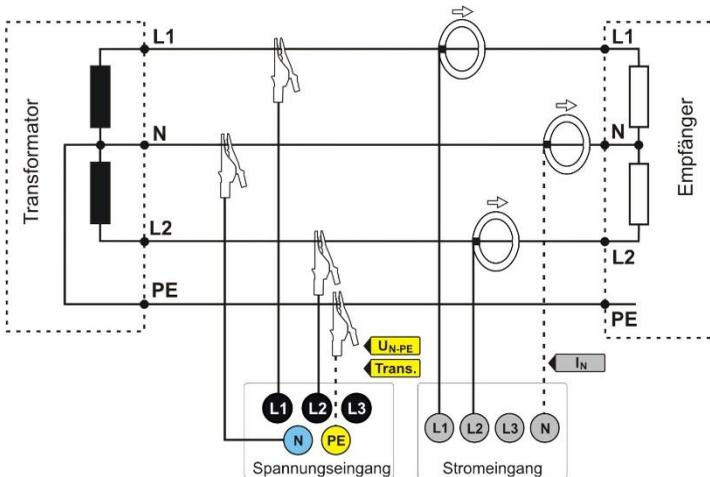

Abb. 17. Anschlussschaltbild - 2-Phasen-System (Eng. *split-phase*).
- 2-Phasen (mit geteilter Wicklung des Transformators, eng. *split phase*) (Abb. 17),